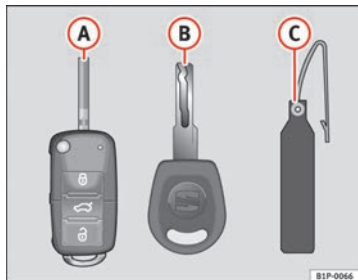

Abb. 63 Schlüsselsatz
- Funkschlüssel ⇒ Abb. 63 (A) mit ausklappbarem Schlüsselbart
- Schlüssel ohne Funk-Fernbedienung (B)
- Kunststoffanhänger\* (C).